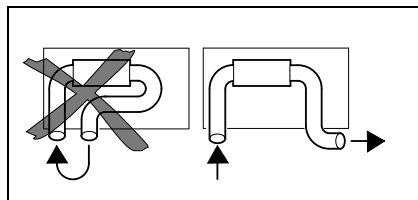

Bild 7: Heizlufteintritt und Heizluftaustritt
- Luftkurzschluß zwischen Heizgerätlufteintritt und Heizgerätluftaustritt (Bild 7)